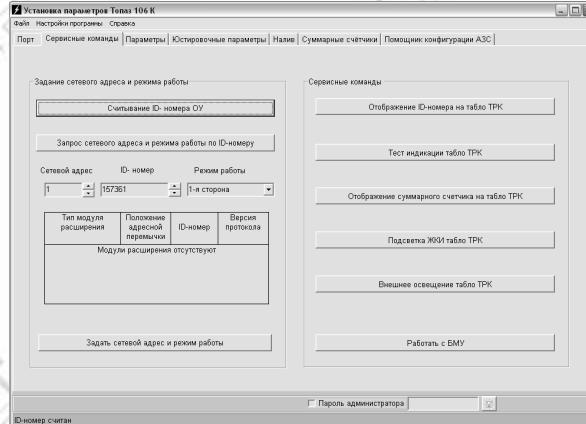

Рисунок 2
7.2.2 На вкладке "Сервисные команды" производится настройка сетевых адресов и режимов работы рукаов устройства по их ID-номерам (рисунок 2).